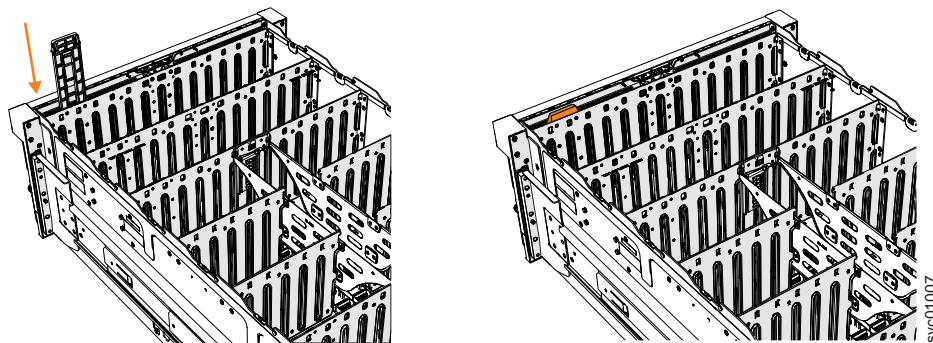

Abbildung 131. Konsolanzeigebaugruppe installieren
2. Richten Sie die Konsolanzeigebaugruppe vorsichtig in der Kerbe an der Vorderseite des Erweiterungsgehäuses aus (siehe Abb. 131 auf Seite 148).